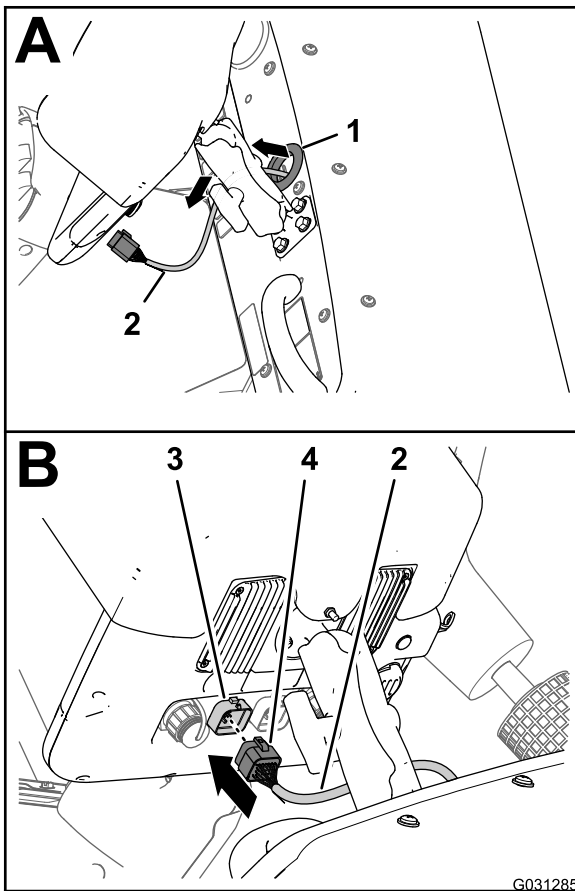

**Figura 167**
4. Disponete la diramazione di 220 cm del cablaggio dati verso l'alto e lungo il cablaggio preassemblato anteriore della macchina (Figura 167).
3. Disponete la diramazione di 220 cm del cablaggio dati in avanti e verso l'alto, attraverso il gommino che circonda il foro nel pianale (Figura 167).